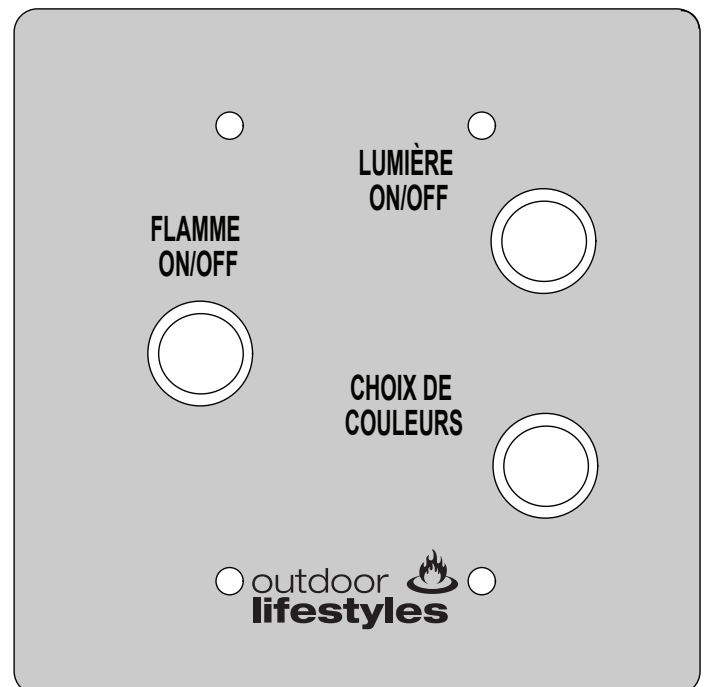

Figure 3.3. Interrupteur mural
L'appareil de la série Lanai est livré avec un interrupteur à bascule et deux (2) boutons muraux. Voir la figure 3.3 On/Off – Cet interrupteur bascule la fonction On/Off du brûleur principal